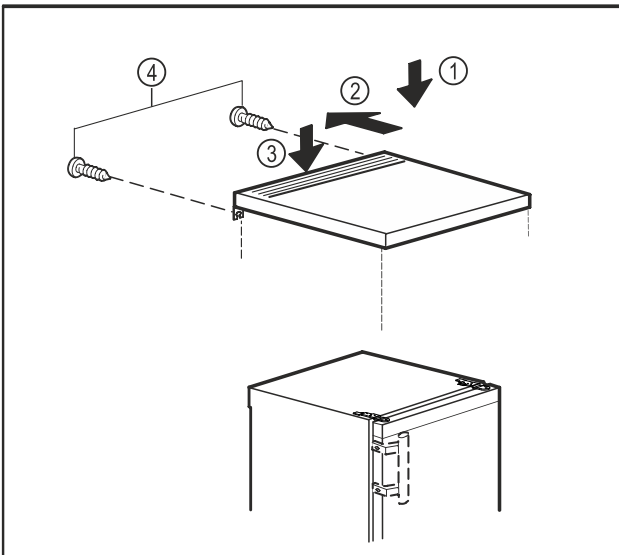

Fig. 19
- ▶ Așezați placa mesei pe aparat. Fig. 19 (1)
- ▶ Împingeți placa mesei în spate. Fig. 19 (2)
- ▶ Împingeți placa mesei în spate în jos. Fig. 19 (3)
- ▶ Înșurubați ferm șuruburile pe partea posterioară. Fig. 19 (4)